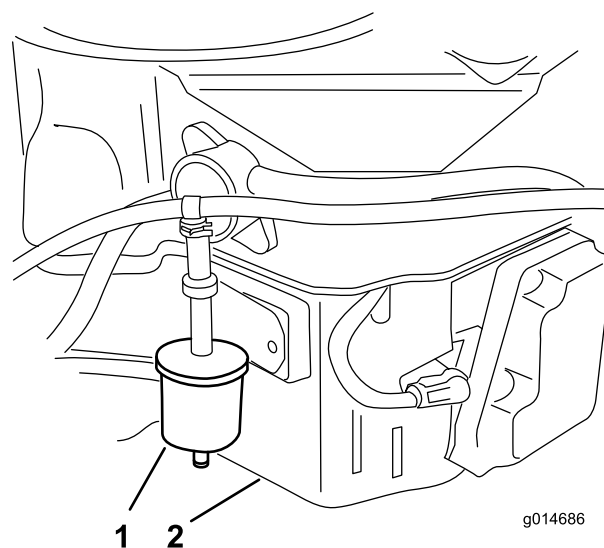

Figure 36
3. Déposez le filtre d'évent de carburant existant (Figure 36).